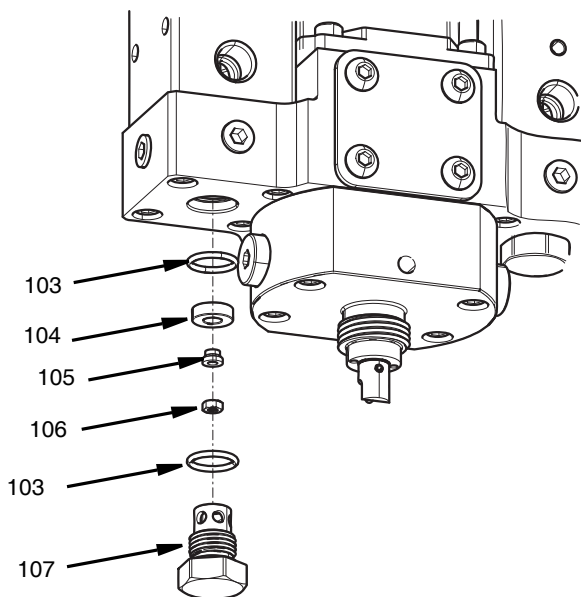

FIG. 27
2. Retire o retentor da sede da válvula (107) utilizando uma chave de boca de 19 mm.
3. Retire a porca (106) segurando a ponta invertida (105) com uma chave de 5,5 mm.
4. Retire a sede da válvula (104) e o o-ring (103). Consulte a FIG. 27 página 38.